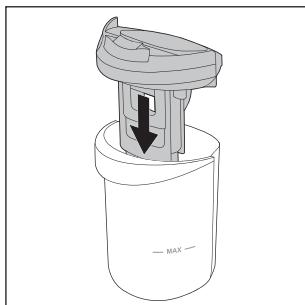

Fig. 29
- ◆ Așezați capacul rezervorului de apă murdară **⑨** înapoi pe rezervorul de apă murdară **②** (a se vedea fig. 29).